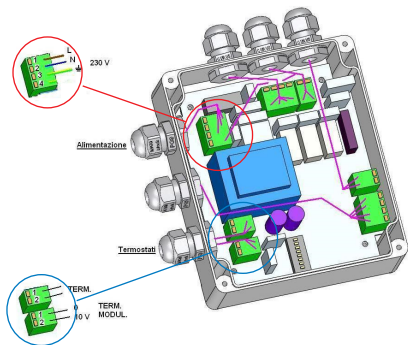

Figura 14
- La centralina elettrica deve essere allacciata alla rete a 230V effettuando le connessioni elettriche come illustrato in Figura 14 in alto a sinistra; prestare attenzione nel rispettare la polarità dei fili L, N e TERRA.
Se il termostato è di tipo ON/OFF o PWM vanno collegati solamente i due fili indicati in **Figura 14** con la dicitura TERM, altrimenti in caso di cronotermostato modulante 0-10V, vanno anche collegati i due fili con la dicitura TERM MODUL; prestare particolare attenzione nel rispettare la polarità dei fili L, N e TERRA.